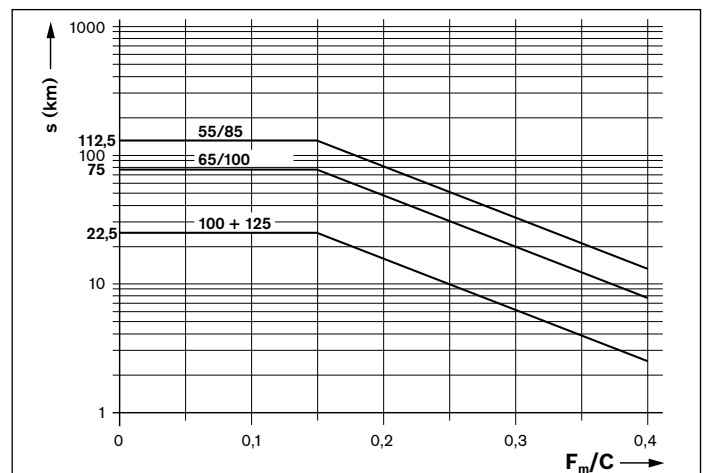

Figure 13
- ▶ Injecter la quantité minimale indiquée dans le tableau 12 dans le raccord de lubrification avant l'atteinte de l'intervalle de relubrification (figure 13).
- ▶ Injecter la quantité minimale indiquée dans le tableau 12 dans chaque raccord de lubrification avant l'atteinte de l'intervalle de relubrification (figure 13). Déterminer le nombre d'impulsions nécessaire à cet effet et la cadence de lubrification de la même manière que pour la relubrification (course normale).
La cadence de lubrification est alors déterminée en divisant l'intervalle de relubrification (selon figure 13) par le nombre d'impulsions déterminé (cf. exemple de conception).